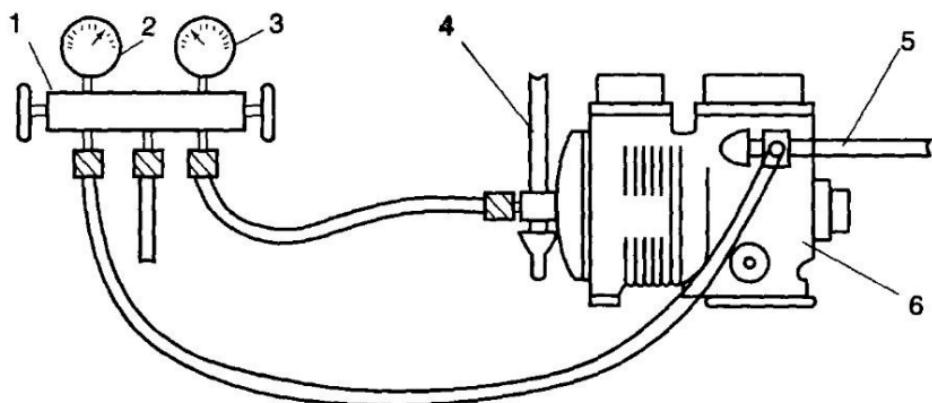

Рис. 19. Проверка клапанов компрессора:
4.3.1. Если неисправен всасывающий клапан или через него происходит протечка хладагента, то давление всасывания в системе будет выше номинального. Проверку клапана осуществляют путем измерения перепада давления при вакуумировании компрессора. Манометровый коллектор присоединяют к вентилям компрессора и открывают их (рис. 19), закрывают всасывающий вентиль и наблюдают за изменением давления всасывания при работе компрессора. Давление всасывания в течение 1-2 минут должно уменьшиться до 8 КПа остаточного давления. Если давление не снижается до указанной величины, то компрессор останавливают и через 2-3 минуты вновь включают на 1-2 минуты. Если требуемый вакуум (8 КПа) не создается, то клапаны заменяют. Герметичный компрессор заменяется целиком.
4.3.2. Если неисправен нагнетательный клапан или через него происходит протечка хладагента, то давление нагнетания в системе будет ниже номинального. Для проверки нагнетательного клапана присоединяют мановакуумметр к всасывающему вентилю и открывают его (см. рис. 19). Затем всасывающий вентиль закрывают до конца и включают компрессор до создания максимально возможного вакуума в картере. После этого компрессор выключают и отмечают показания мановакуумметра. Если давление повышается, то операцию вакуумирования повторяют. Повышение давления в картере свидетельствует о неисправности нагнетательного клапана и его следует заменить. Герметичный компрессор также подлежит замене.
Для отсасывания хладагента из компрессора соединяют манометровый коллектор с вентилями компрессора (см. рис. 19), закрывают всасывающий вентиль. Компрессор должен работать до достижения на мановакуумметре давления 13 Па. Затем закрывают вентиль нагнетательного трубопровода и выпускают оставшийся хладагент из компрессора. Внимание! Не создавайте давление в картере компрессора ниже атмосферного.